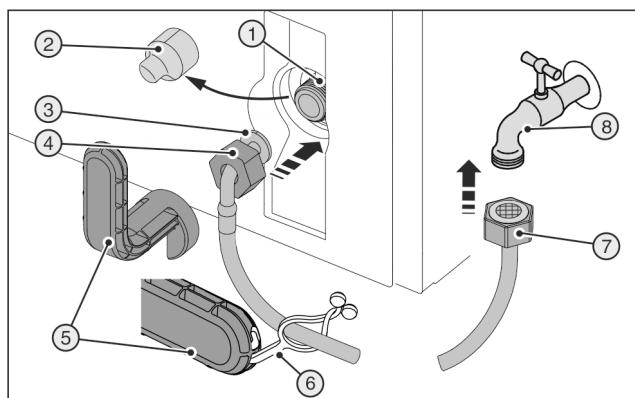
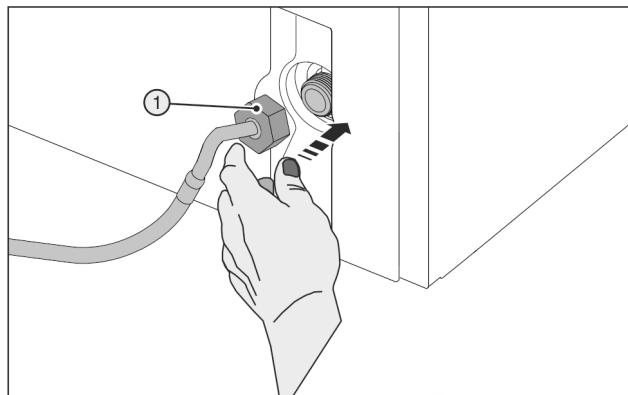

Fig. 28
Fig. 29
Zerbrochenes Hilfswerkzeug Fig. 28 (5)!
- Hilfswerkzeug Fig. 28 (5) ausschließlich bei Raumtemperatur verwenden.
- Abdeckung Fig. 28 (2) abziehen.
- Erleichterte Montage: Gerades Schlauchende Fig. 28 (7) nach links auf den Boden auslegen.
- Mutter Fig. 28 (4) über abgewinkeltes Schlauchende Fig. 28 (3) bis zum Ende schieben und festhalten.
- Mutter Fig. 29 (1) vorsichtig ansetzen und mit zwei Fingern gerade auf Gewinde schrauben, bis ein sicherer Sitz erreicht ist.
- Mutter Fig. 29 (1) mit Hilfswerkzeug Fig. 28 (5) im Uhrzeigersinn festziehen bis maximales Drehmoment erreicht ist und Hilfswerkzeug Fig. 28 (5) überdreht.
- Mutter Fig. 28 (7) auf Absperrhahn Fig. 28 (8) schrauben.
- Mutter Fig. 28 (7) mit Hilfswerkzeug Fig. 28 (5) im Uhrzeigersinn festziehen bis maximales Drehmoment erreicht ist und Hilfswerkzeug Fig. 28 (5) überdreht.
- Absperrhahn Fig. 28 (8) der Wasserzuführung öffnen und gesamtes Wassersystem auf Dichtigkeit prüfen.
- Lasche Fig. 28 (6) in Hilfswerkzeug Fig. 28 (5) einhaken und zur Aufbewahrung am Edelstahlschlauch befestigen.